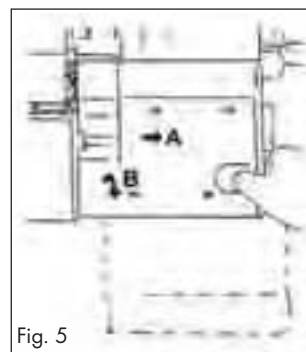

Fig. 5
- Faites glisser le capot avant ⑩ vers la droite (A) puis amenez-le vers vous (B) (Fig. 5). Vous apercevez le boucleur derrière le capot avant ⑩.